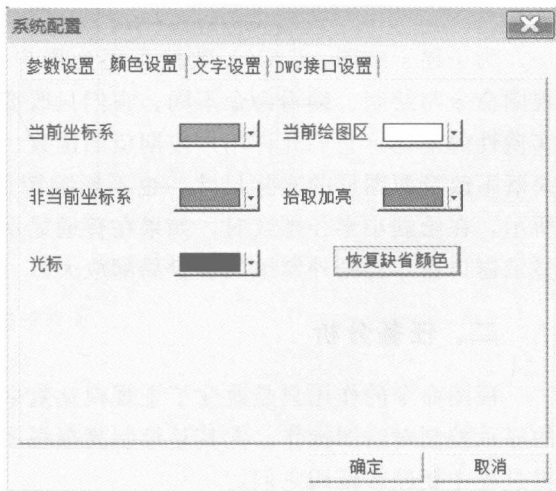

图 1-13 “颜色设置”选项卡
② 单击“颜色设置”选项卡，在对话框中显示出当前坐标系、非当前坐标系、当前绘图区、拾取加亮以及光标的颜色，如图 1-13 所示。用户可以在对话框中修改各项颜色的设置。在对话框中用户可以执行以下操作：设置常用颜色、设置更多颜色和恢复默认颜色。